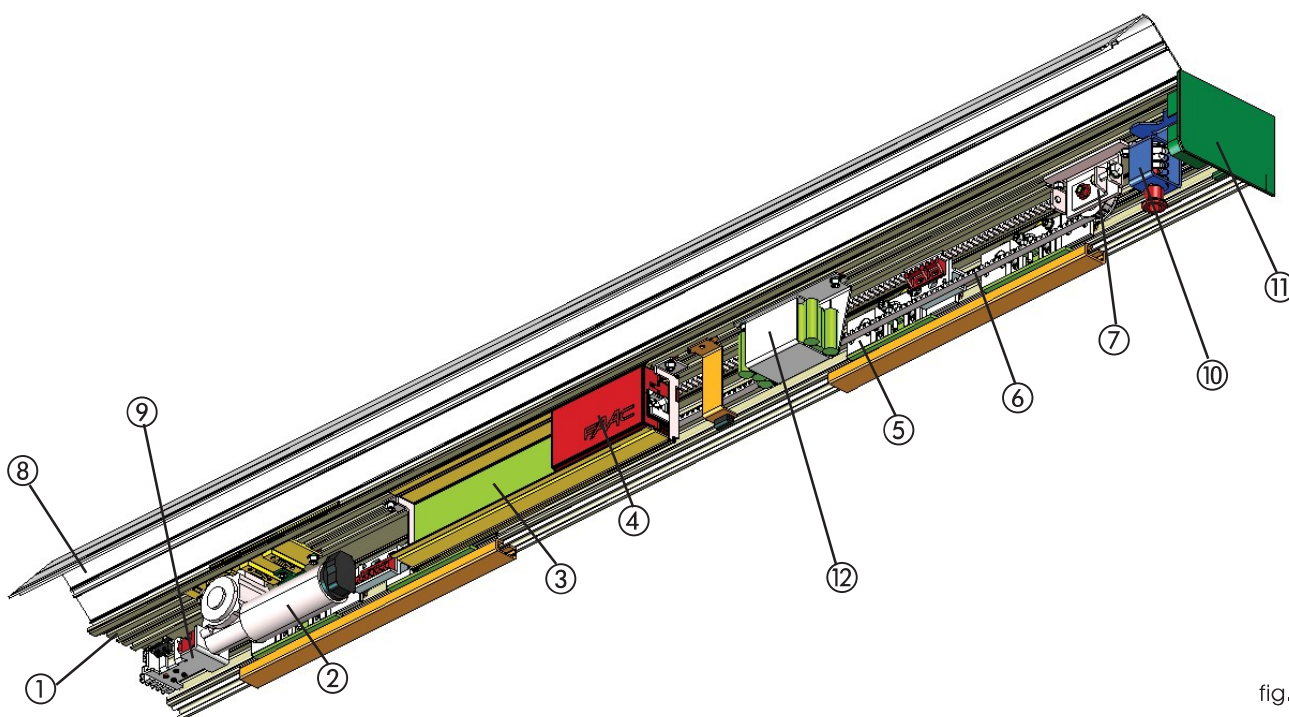

fig. 1
Une poutre d'automatisme (fig.1) est composée des pièces suivantes:
Profil de soutien (fig.1 réf. ①)
Groupe moteur (fig. 1 réf. ②)
Unité de contrôle (fig. 1 réf. ③)
Groupe d'alimentation (fig. 1 réf. ④)
Chariots de support du vantail (fig.1 réf. ⑤)
Courroie d'entraînement (fig. 1 réf. ⑥)
Groupe de la poulie de renvoi (fig. 1 réf. ⑦)
Carter de fermeture (fig. 1 réf. ⑧)
C'est le profil en aluminium qui permet la fermeture de l'automatisme. Les côtés (fig. 1 réf. ⑪) ferment intégralement le système.
Groupe du blocage du moteur (fig. 1 réf. ⑨)
Le groupe de blocage du moteur est fourni avec le dispositif de déverrouillage interne (fig. 1 réf. ⑩) qui permet, en cas de nécessité, d'effectuer une ouverture d'urgence; en outre, il est disposé pour l'installation éventuelle du déverrouillage externe (en option). Le groupe de blocage du moteur agit directement sur le moteur en le bloquant mécaniquement.
Batteries d'urgence (fig. 1 réf. ⑫)